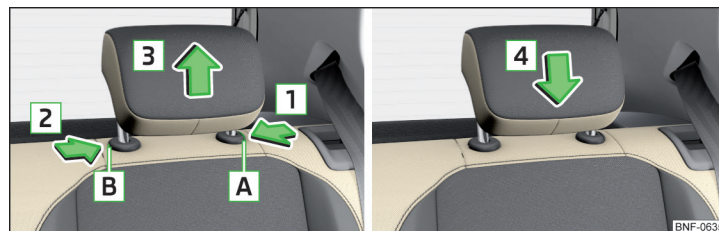

Fig. 56 Scoaterea/introducerea tetierei din spate
- Mențineți tasta de siguranță **A** în sensul săgeții **1** și presătați-o totodată cu cheia autovehiculului în orificiul **B** în sensul săgeții **2** și scoateți tetiera în sensul săgeții **3** » fig. 56.